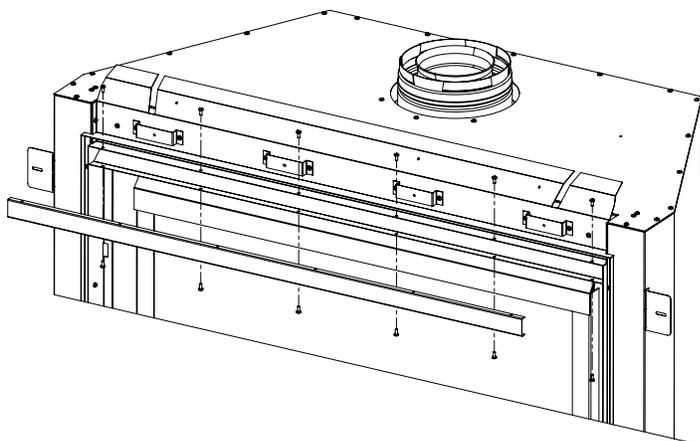

Figure 50: Suppression de Couverture Avant
**Étape 2.** Retirez le capot avant CSS en utilisant un tournevis T-20 (voir Figure 50).